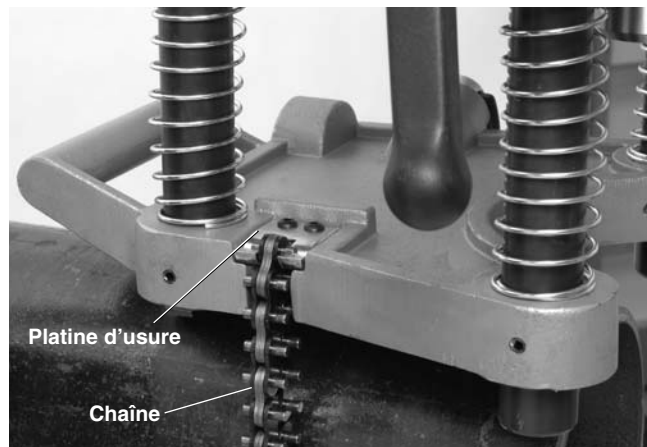

Figure 5 – Accrochage de la chaîne de la HC-450
- Tout en gardant au moins une main sur la scie à cloche pour la stabiliser et l'aligner, ramenez l'extrémité de la chaîne autour du tuyau et accrochez son maillon le plus proche sur la platine d'usure de l'appareil. Ensuite, serrez le levier pivotant à fond pour arrimer la scie à cloche au tuyau (*Figure 5*).